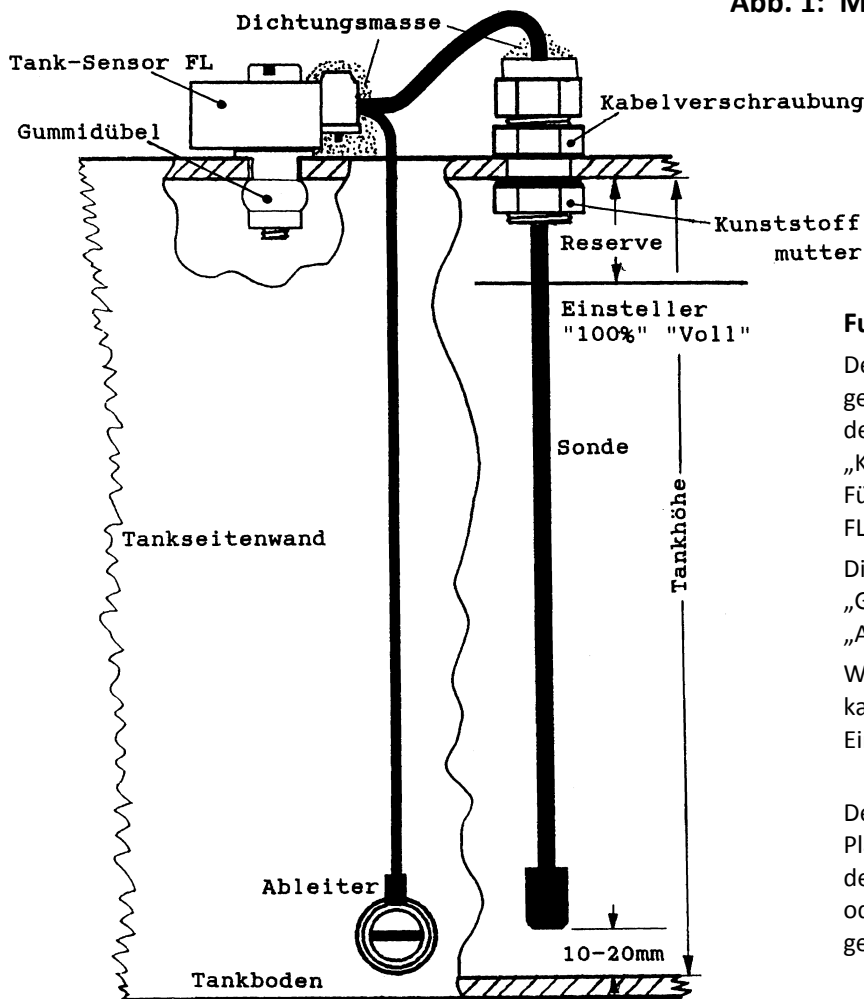

Abb. 1: Montage oben am Tank
Der Tank-Sensor FL ist je nach Platzbedingungen für die Montage an der Tankoberseite (Abb. 1) oder oben-seitlich am Tank (Abb. 2) geeignet.
Einbau von oben, Abb. 1:
Modulbefestigung, Abb. 1 und Abb. 2:
Ableiter-Montage am Kunststoff-Tank, Abb. 1 und Abb. 2:
1. Tank bis auf die Reservemenge vollfüllen (Abb. 1 und 2).